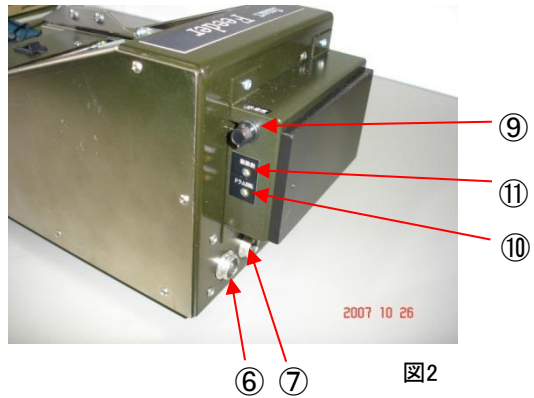

図2
振動部の振動が弱い	<p>図2の各調整ボリュームを再調整します。 状況が改善されない場合は、ドラムガイドベース板と振動部<ブレ整列、整列ユニット、レール>間のギャップ(隙間)に、ゴミや異物等が詰まっている可能性があります。 ギャップ(隙間)に0.1mm～0.25mmのシツクネスゲージ、あるいはコピー用紙等を挿入し、ギャップ全体について異物の確認、ギャップ量の確認をして下さい。(図11参照)</p>  <p style="text-align: right;">図11</p>
⑤回転ドラムにネジが噛み込んだ場合は電源スイッチを切り、手で逆方向へ少し回転させると、噛み込みを解放することができます。この場合、ドラム逆転動作が機能していない可能性がありますので、逆転感度調整ボリューム(図2参照)を左に回して、調整してください。
⑥ワークビスが着磁している